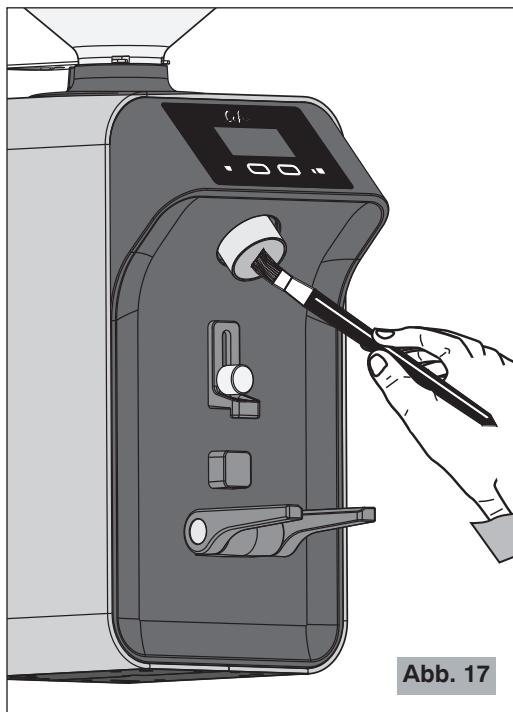

Abb. 17
- Für schwer zugängliche Bereiche eine Bürste oder Pinsel (Abb. 17) zur Reinigung benutzen und für die anderen Oberflächen ein trockenes Tuch.